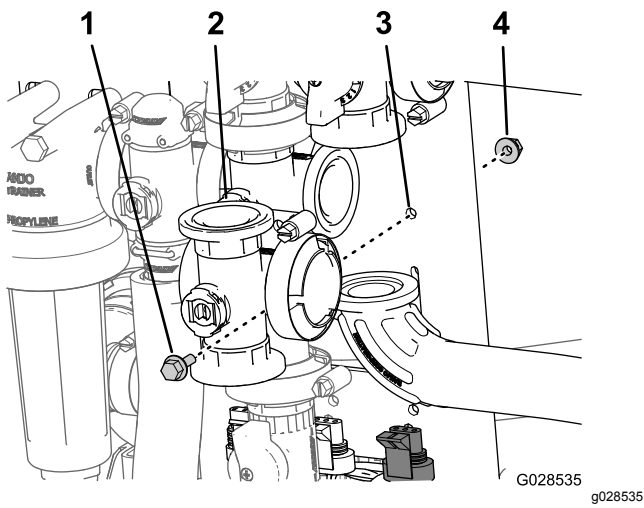

Bild 93
2. Entfernen Sie die Sicherungsbundschraube und Sicherungsbundmutter, mit denen das Hauptauslegerventil an der Ventilhalterung befestigt ist, und entfernen Sie den Ventilverteiler von der Maschine (**Bild 93**).